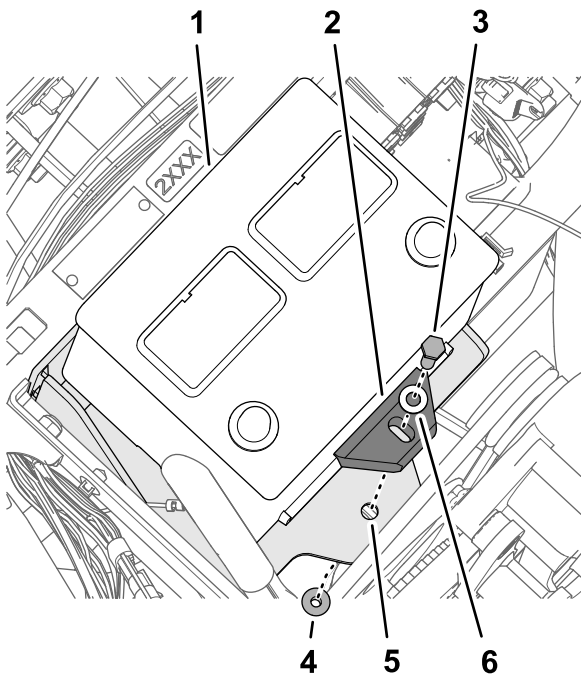

Figura 177
5. Montate la batteria alla relativa staffa con il bullone ($\frac{5}{16}$ " x $1\frac{3}{4}$ "), la rondella ($\frac{5}{16}$ poll.), la cinghia della batteria e il dado di bloccaggio flangiato ($\frac{5}{16}$ ") come illustrato nella Figura 177.